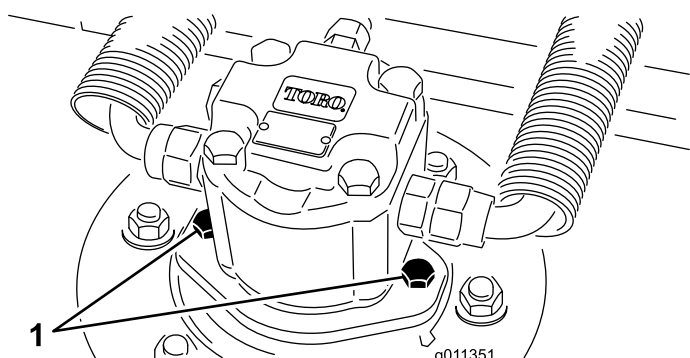

Figura 63
2. Desconecte y retire el motor hidráulico de la unidad de corte (Figura 63). Tape la parte superior del eje para evitar la contaminación.
4. Instale el motor hidráulico en la carcasa (Figura 63). Asegúrese de que la junta tórica está correctamente colocada y que no está dañada.